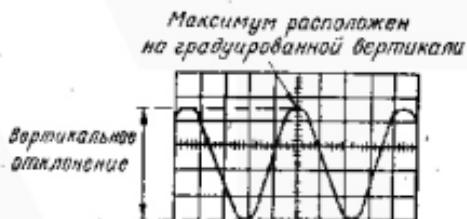

Рис. 2. Измерение полного размаха переменного напряжения.
- установите ручку \uparrow так, чтобы нижний уровень сигнала совпадал с одной из нижних линий сетки, а верхний уровень находился в пределах рабочей части экрана. Ручкой $\leftarrow \rightarrow$ сместите изображение таким образом, чтобы верхний уровень сигнала находился на центральной вертикальной линии (рис. 2);